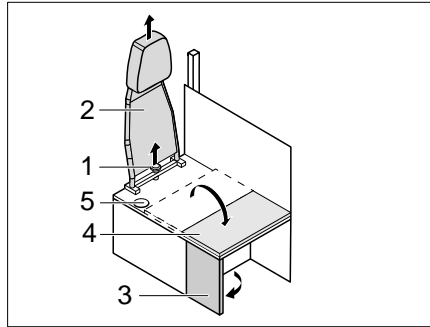

Bild 201 Umbau Fahrbetrieb - Wohnbetrieb
- Sternschraube (Bild 201,1) abschrauben und Rückenlehne (Bild 201,2) nach oben abnehmen.
- Seitenwand (Bild 201,3) ausklappen.
- Sitzbankverlängerung (Bild 201,4) auf die Seitenwand klappen.
- ▷ Beim Umbau vom Wohnbetrieb zum Fahrbetrieb in umgekehrter Reihenfolge verfahren. Darauf achten, dass der Sicherheitsgurt durch die Öffnung (Bild 201,5) geführt wird.